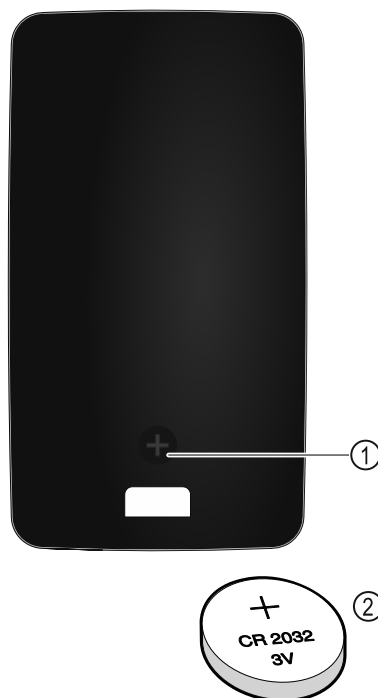

Fig. 260
De stroomvoorziening van de afstandsbediening vindt plaats via een batterij van het type CR 2032 met 3V Fig. 260 (2) die verkrijgbaar is bij de gespecialiseerde handel.
- ▶ Schroef Fig. 260 (1) aan achterzijde van de afstandsbediening eruit draaien.